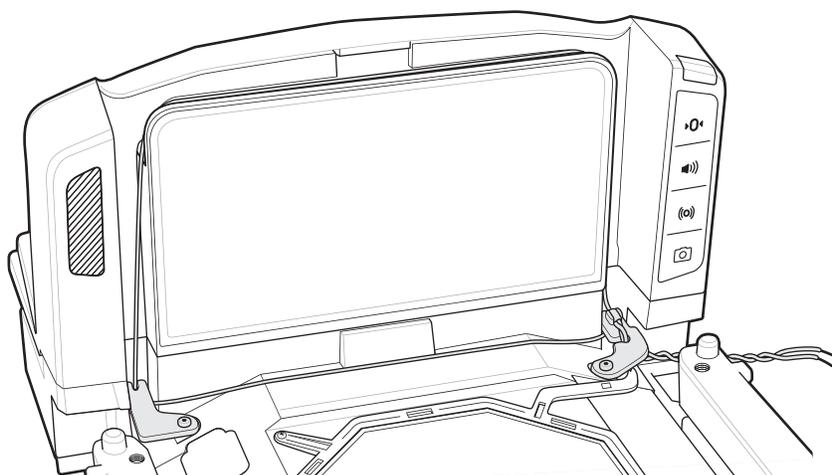

Рис. 3-35 Завершенная установка
10. После завершения прокладки проводки положение левого и правого боковых кронштейнов и антенны должны соответствовать положению на Рис. 3-35.